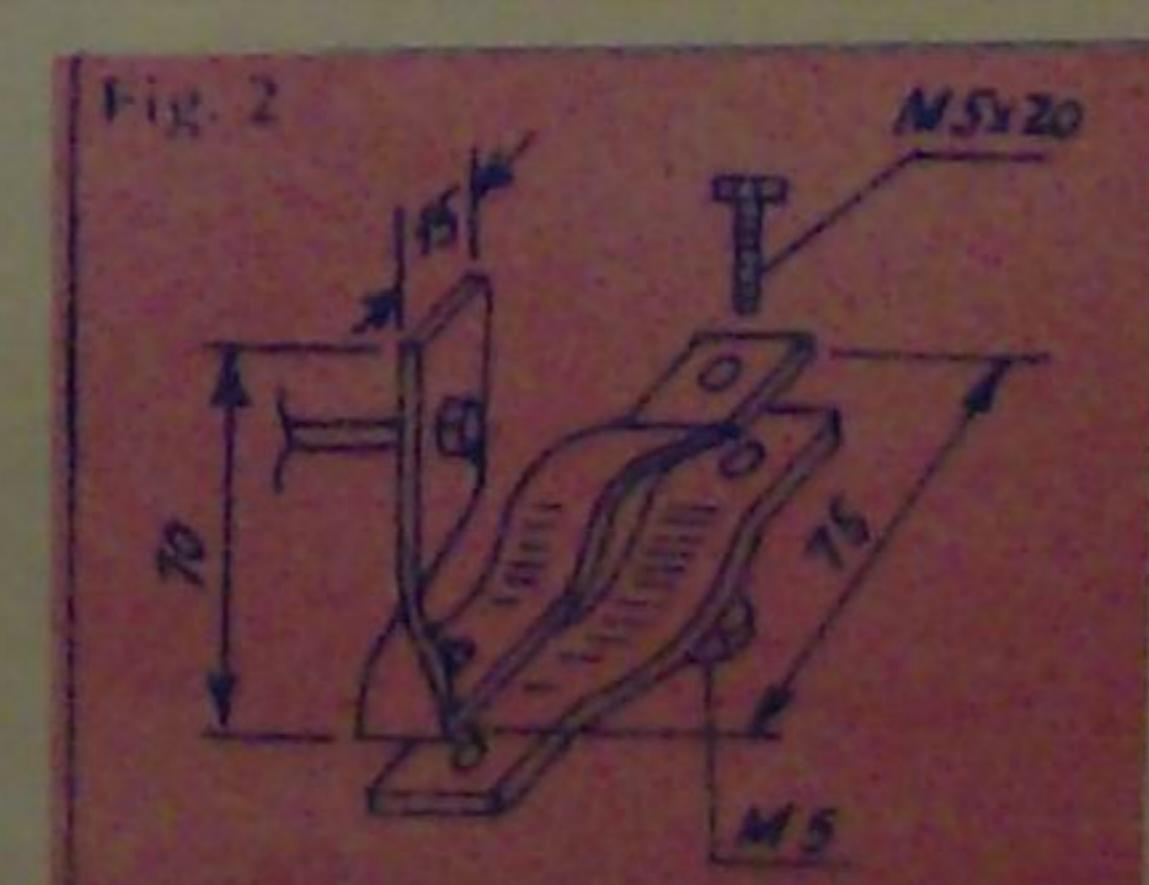

Fig. 2
Sub chiuveta râmine, în general, un spațiu nefolosit. În acest loc se pot depozita o serie de obiecte pe care o mică draperie le va masca. Suportul draperiei este prezentat în fig. 1 și se va realiza după cum urmează. De bucăți de tablă cu grosimea de 1 mm se vor face piesele din fig. 2 (pentru părțile laterale) și fig. 3 (pentru partea
din țăță). Sîrma (3), cu diametrul de 5 mm, se va tăia în funcție de dimensiunea chiuvetei. Dindu-i se fieră la capete, va putea fi prinsă în pulje (fig. 2). Înainte de fixarea definitivă a sîrmăi, pe ea se vor insura măre tolăsă la perdele. Suportul se va fixa de o parte de rezem (4) ale chiuvetei cu ajutorul suruburilor M5. Draperia va fi cuată de mînă.